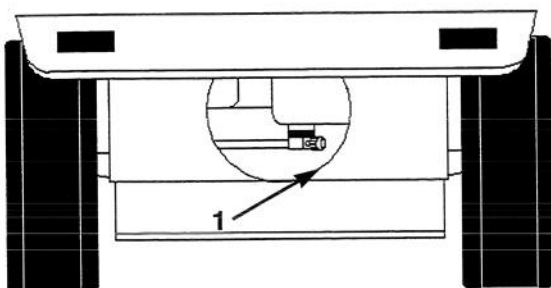

Figure 27
2. Fermer le robinet d'arrêt de carburant au réservoir de carburant (Fig. 27).
7. Ouvrir le robinet d'arrêt de carburant au réservoir de carburant (Fig. 27).